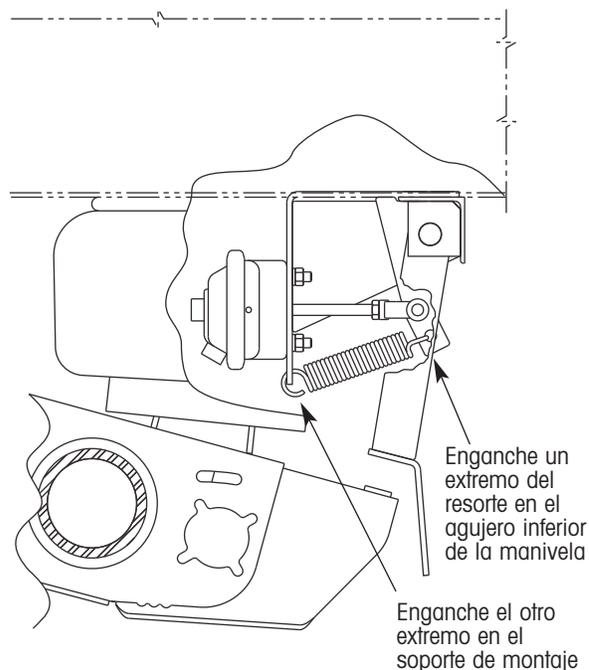

Figura 83. Detalles de instalación del resorte
17. Enganche un extremo del resorte al soporte de montaje y el otro extremo del resorte al agujero inferior de la manivela (figura 83).